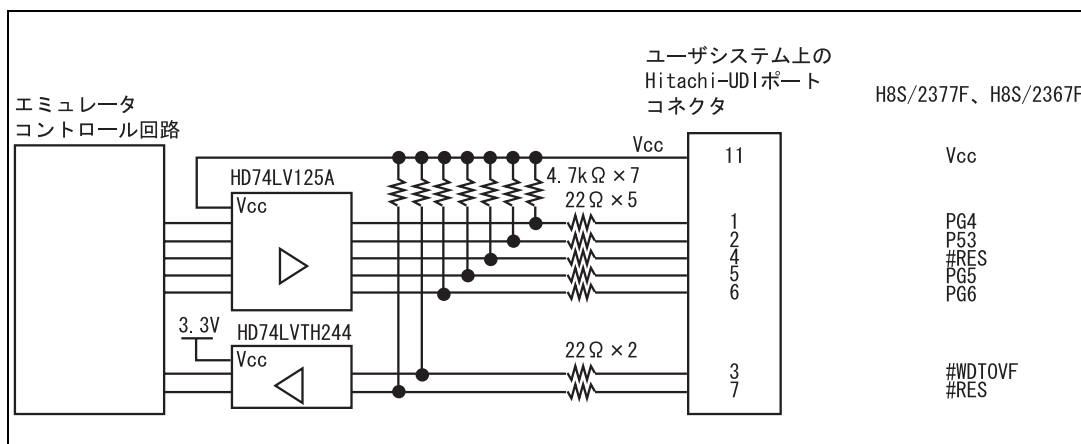

図 6.6 エミュレータ内インタフェース回路 (参考)
- 図 6.6 にエミュレータ内インタフェース回路を示します。プルアップ抵抗の値などを決定するときに参考にしてください。